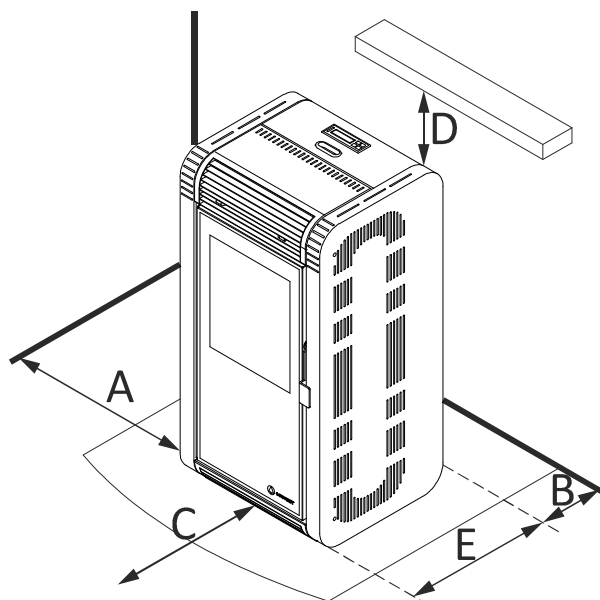

Figura 3
- 4.19.** Verifichi gli spazi tra la stufa, il combustibile e qualunque tipo di materiale infiammabile, controlli nella *figura 3*.